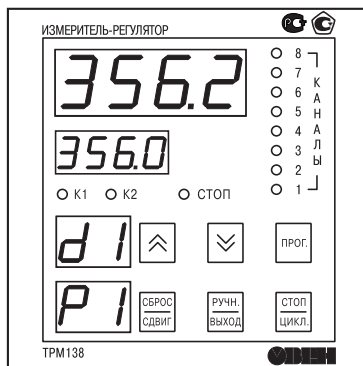

Рис. 18. Лицевая панель прибора
3.4.1. На лицевой панели прибора (рис. 18) расположены цифровые и единичные светодиодные индикаторы, служащие для отображения текущей информации о параметрах и режимах работы ТРМ138; а также шесть кнопок, предназначенных для управления прибором.